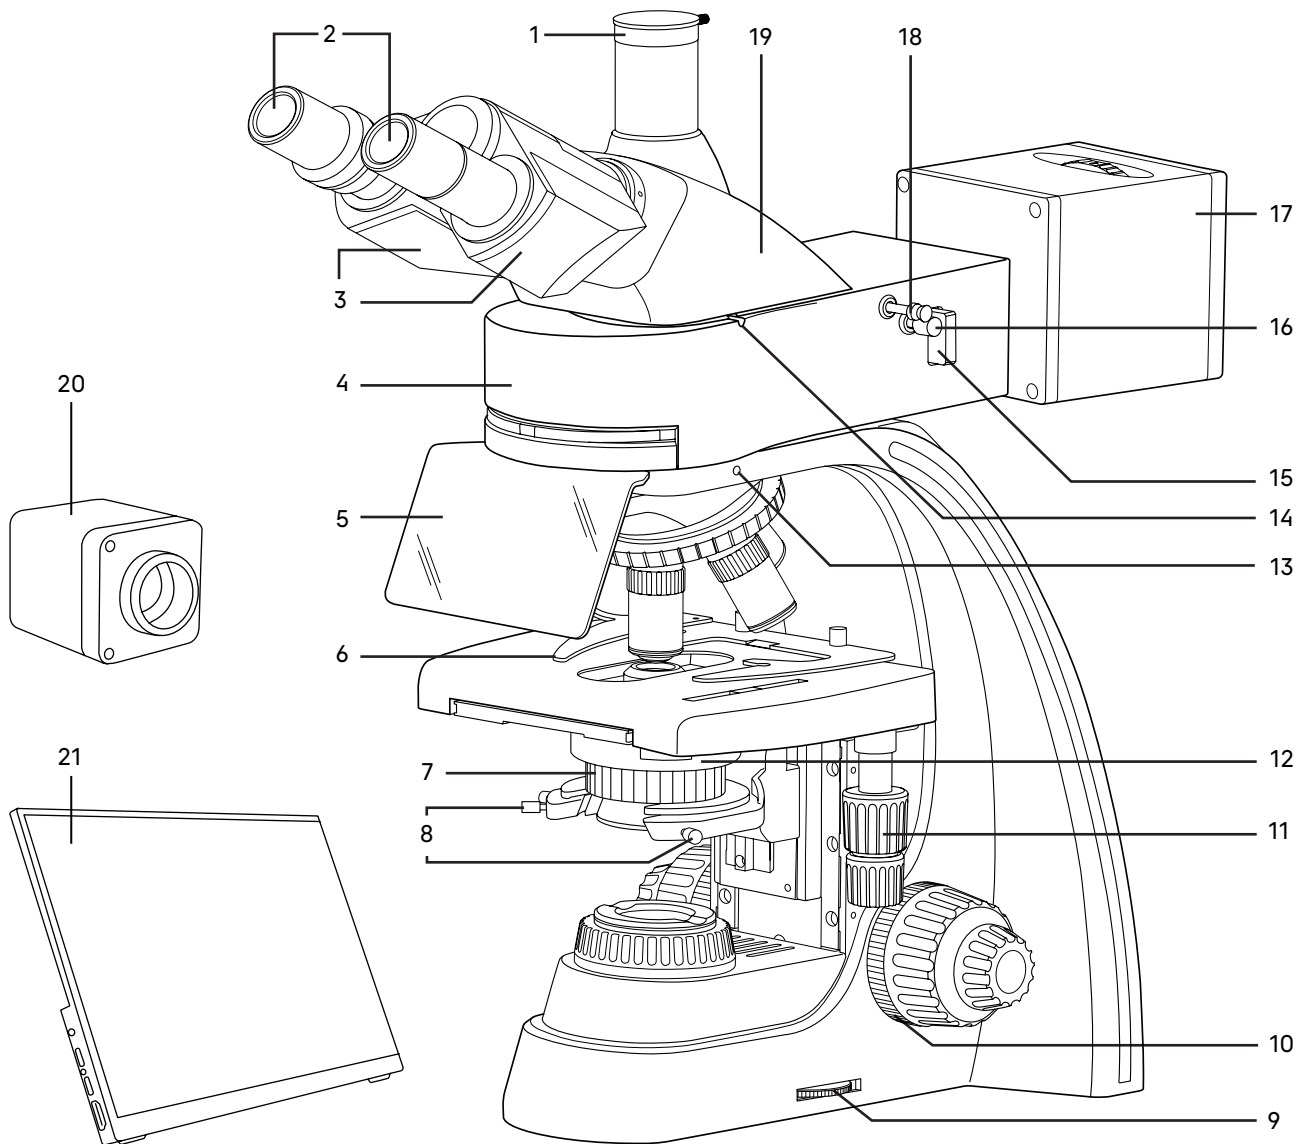
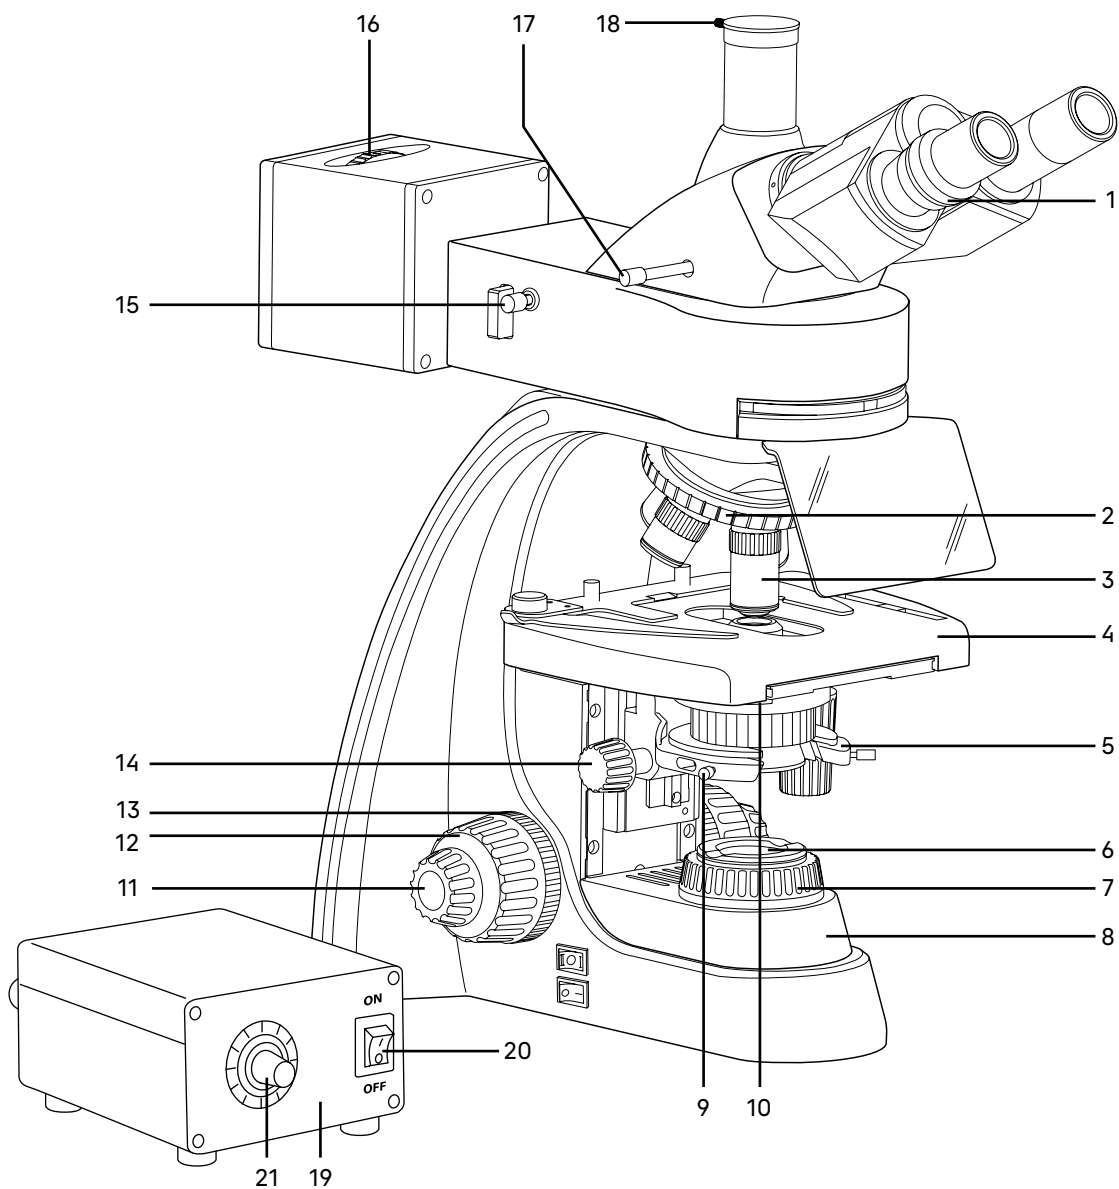

Рис. 1. Микроскоп MAGUS Lum D400L LCD. Вид справа
Рис. 2. Микроскоп MAGUS Lum D400L LCD. Вид слева
Полный состав микроскопа указан в разделе 8 данного руководства по эксплуатации. Общий вид микроскопа представлен на рис. 1 и 2.
Штатив 8 (рис. 2) представляет собой цельную конструкцию с основанием. Основание имеет Y-образную устойчивую эргономичную форму.
- револьвер 2 (рис. 2) с объективами 3 (рис. 2);
- предметный столик 4 (рис. 2);
- кронштейн конденсора 5 (рис. 2);
- коллектор в оправе с полевой диафрагмой 6 (рис. 2).
Ручка 9 (рис. 1) служит для регулировки напряжения питания источника проходящего света.
Фокусировка на объект осуществляется перемещением по высоте предметного столика 4 (рис. 2). Грубая фокусировка производится вращением коаксиальных рукояток 12 (рис. 2), которые размещены по обеим сторонам штатива.
Тонкая фокусировка производится вращением рукояток 11 (рис. 2), расположенных по обеим сторонам штатива. Тонкая фокусировка требуется для точного фокусирования на объект и для подфокусировки микроскопа на резкость изображения при смене объективов и препаратов.
Механизм регулировки жесткости хода грубой фокусировки 10 (рис. 1) – кольцо между штативом и рукояткой грубой фокусировки с правой стороны. С помощью кольца регулируется жесткость хода грубой фокусировки так, чтобы жесткость была комфортной для пользователя, но при этом столик не опускался самопроизвольно во время работы.
Рукоятка блокировки грубой фокусировки 13 (рис. 2) расположена с левой стороны. После завершения грубой фокусировки рекомендуется перевести рычаг в крайнее положение в направлении по часовой стрелке. Таким образом закрепится положение грубой фокусировки для быстрой рефокусировки после смены препарата.
Насадка 19 (рис. 1) обеспечивает визуальное наблюдение изображения объекта. Насадка устанавливается в отверстие верхнего фланца корпуса люминесцентной насадки 4 (рис. 1) и закрепляется винтом 14 (рис. 1). Насадку при установке развернуть окулярами в сторону предметного столика.
Изменение межзрачкового расстояния в насадке осуществляется разворотом окулярных тубусов 3 (рис. 1) в пределах 48–75 мм. Значение расстояния, установленного в соответствии с глазной базой наблюдателя, отсчитывается по шкале на насадке.
Механизм диоптрийной подвижки окуляров служит для компенсации аметропии глаз наблюдателя. Находится на левом окулярном тубусе – кольцо 1 (рис. 2). Второй окулярный тубус насадки неподвижный.
В вертикальный тубус 1 (рис. 1) корпуса визуальной насадки (канал визуализации) для фиксации камеры устанавливается переходник C-mount. Камера служит для вывода изображения на экран компьютера или монитор/телевизор. Переключение светового потока на вертикальный тубус производится рукояткой 17 (рис. 2). Рукоятка имеет два положения: 100/0 и 0/100.
В комплект микроскопа входят окуляры 2 (рис. 1). Окуляры имеют высокое положение выходного зрачка и предназначены для работы как в очках, так и без них.
Револьверное устройство 2 (рис. 2) обеспечивает установку пяти объективов 3 (рис. 2). Смена объективов производится вращением револьверного устройства за конусную рифленую поверхность до фиксированного положения.
Объективы 3 (рис. 2) рассчитаны на длину тубуса «бесконечность». Парфокальная высота объективов составляет 45 мм, линейное поле зрения в плоскости изображения – 22 мм. Рассчитаны для работы с препаратами с толщиной покровного стекла 0,17 мм или без покровного стекла. Микроскоп укомплектован объективами-планахроматами с увеличением 4х, 10х, 40х (люминесцентный), 100х. Дополнительно возможна комплектация объективом-планахроматом 20х и 60х и люминесцентным планахроматом 10х.
Конденсор 12 (рис. 1) установлен в кронштейн 5 (рис. 2) под предметным столиком микроскопа. Тип крепления конденсора – «ласточкин хвост». Конденсор устанавливается по направляющим при поднятом столике и опущенном кронштейне. Перемещение конденсора вдоль оптической оси микроскопа осуществляется с помощью рукоятки перемещения кронштейна конденсора 14 (рис. 2), расположенной слева от наблюдателя под столиком микроскопа. Диапазон перемещения конденсора – не менее 33 мм.
Конденсор имеет слот 10 (рис. 2) для установки слайдера темного поля или слайдера фазового контраста.
Кронштейн конденсора имеет пружинный держатель, с помощью которого двумя винтами 8 (рис. 1) конденсор центрируется в оптической оси. Фиксация конденсора в держателе осуществляется винтом 9 (рис. 2).
Ирисовая апертурная диафрагма регулируется (открывается/закрывается) кольцом 7 (рис. 1). Для достижения наилучшего качества изображения рекомендуется прикрывать апертурную диафрагму конденсора светлого поля приблизительно на 1/3 диаметра выходного зрачка объектива.
Двухкоординатный предметный столик 4 (рис. 2) обеспечивает перемещение объекта в двух взаимно перпендикулярных направлениях с помощью рукояток 11 (рис. 1), расположенных на одной оси.